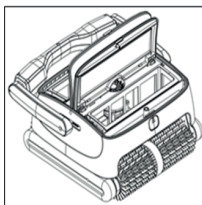

Figure 2
- Le capot supérieur s'ouvre automatiquement (voir figure 2).